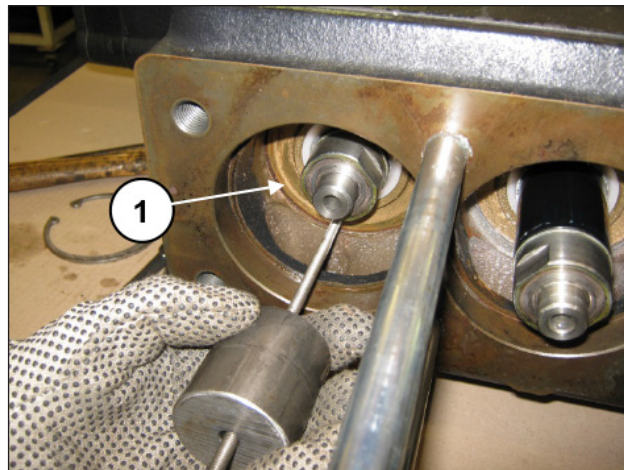

Рис. 111
Выньте держатель масляного кольца. Для облегчения извлечения можно использовать передние отверстия М5 для применения резьбового стержня с ударной массой (поз. ①, Рис. 111).